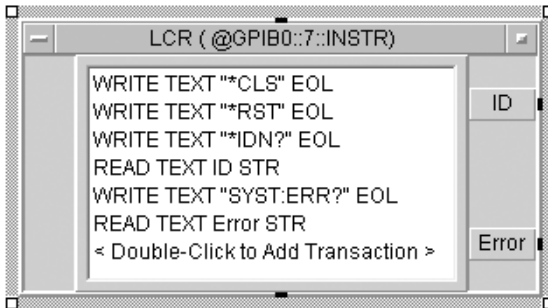

Рис. 7.8
2.4. В объекте инициализации устройств (Device Test & Initialise) аналогично создать объект прямого ввода/вывода для LCR с командами и терминалами, изображенными на рис. 7.8.